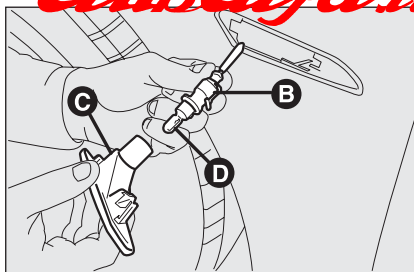

fig. 28
- ☐ ruotare in senso antiorario il portalampada **B**-fig. 28 ed estrarlo dal trasparente **C**.